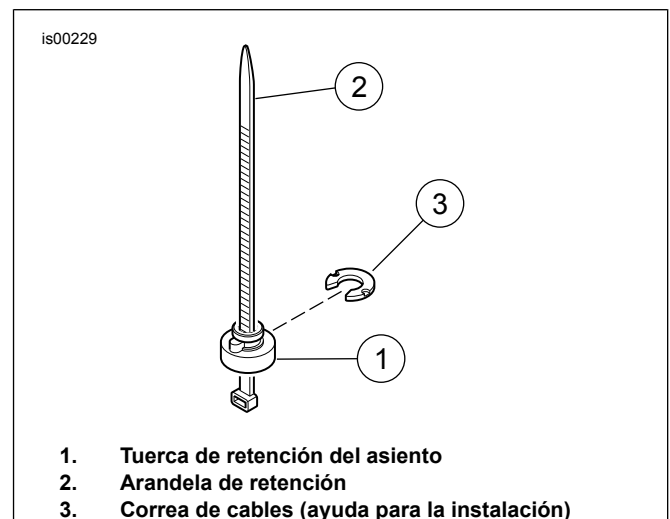
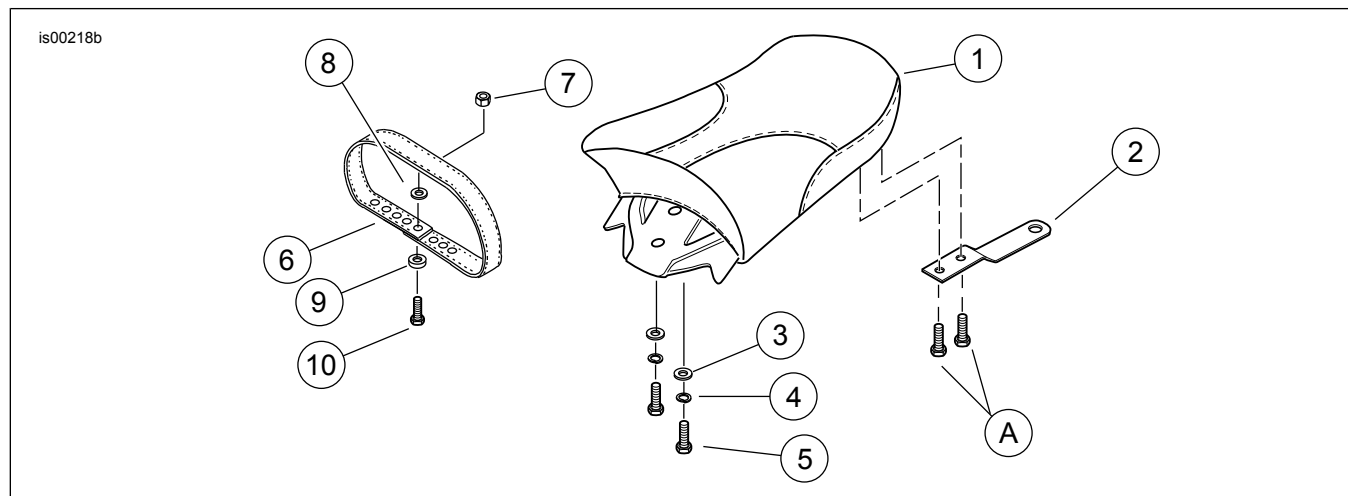

Figura 2. Instalación de la tuerca de retención
Figura 5. Piezas de servicio: Kit Dyna de asiento trasero para el pasajero
Vea Figura 5 y Tabla 1.
1. Vea Figura 2. Puede usarse una correa de cables como ayuda, para extraer e instalar la tuerca de retención y la arandela. Coloque la tuerca de retención (1) sobre la correa de cables (3) para que el extremo ancho de la tuerca descansa sobre el ojal de la correa de cables. Pase la correa de cables hacia arriba debajo del guardabarros y a través del último agujero del guardabarros. Tire hacia arriba de la correa de cables para sostener la tuerca apretada contra la parte inferior del guardabarros.
2. Con el reborde de refuerzo de la tuerca de retención asentado en la muesca del agujero del guardabarros, desde la parte trasera deslice la arandela de retención (2) a su lugar. Esto asegurará la tuerca de retención en su lugar. Quite la correa de cables.
3. Vea Figura 5. Obtenga la correa de sujeción (6), el tornillo de reborde (10), la tuerca de retención (9), la arandela (8) y la tuerca hexagonal (7) del kit. Si el vehículo tiene instalada una correa de sujeción, siga al paso 5.
6. Vea Figura 5. Instale la pieza de soporte del asiento de fábrica (2) al asiento trasero para el pasajero con los tornillos de casquete de fábrica (A).
7. Sujete el asiento trasero del pasajero a la parte inferior del asiento individual con los tornillos de casquete (5), las arandelas de seguridad (4) y las arandelas planas (3). Apriete firmemente los tornillos de casquete.